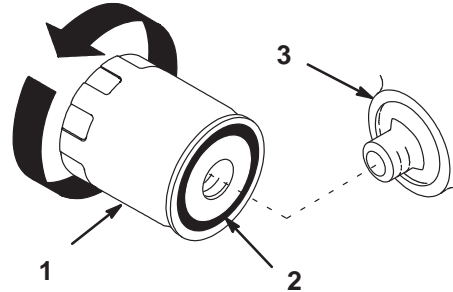

Bild 58
2. Entfernen Sie den Altfilter und wischen Sie die Dichtfläche am Anbaustutzen (Bild 58) ab.
4. Ölen Sie die Gummidichtung am Austauschfilter (Bild 58) leicht mit Frischöl ein.
5. Drehen Sie den Austauschfilter auf den Anbaustutzen auf. Drehen Sie den Ölfilter im Uhrzeigersinn, bis die Gummidichtung den Anbaustutzen berührt. Ziehen Sie ihn dann um eine weitere 1/2 Umdrehung fester (Bild 58).